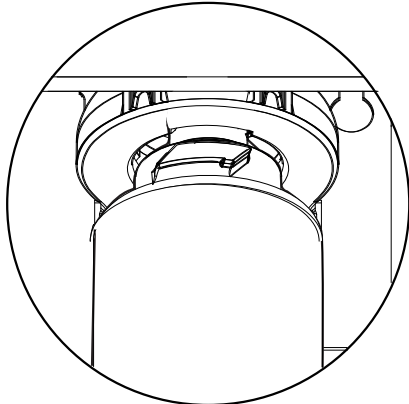

Figure 27
1. Alinee las pestañas con las ranuras en la abertura del lado izquierdo del conjunto de la cabeza. Vea Figure 27.
1. Alinee las pestañas con las ranuras en la abertura del lado derecho del conjunto de la cabeza. Vea Figure 27.